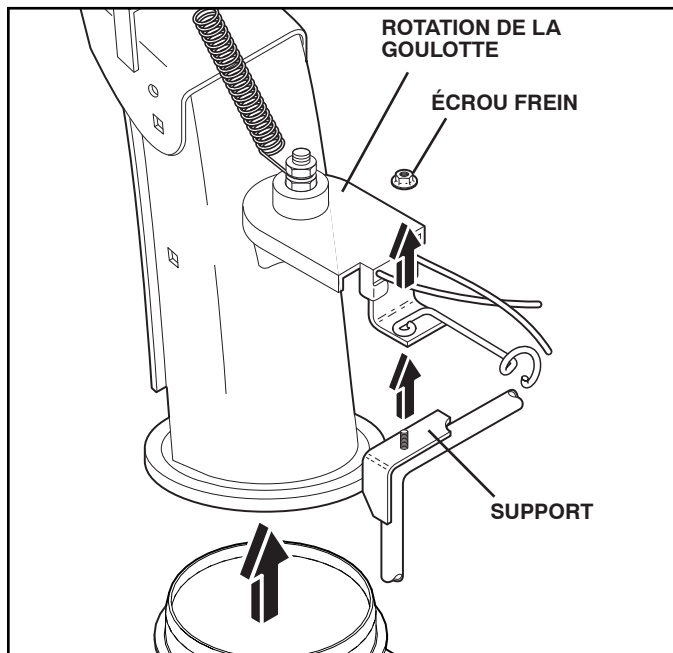

FIG. 20
2. **ENLEVER LA GOULOTTE D'ÉVACUATION** – Desserrer le contre-écrou qui retient la tête de rotation de la goulotte au support de montage. Desserrer-la juste assez pour permettre à la tête de rotation de la goulotte d'être surélevée et que la goulotte d'évacuation puisse être enlevée de sur la souffleuse à neige (Voir la Fig. 20).